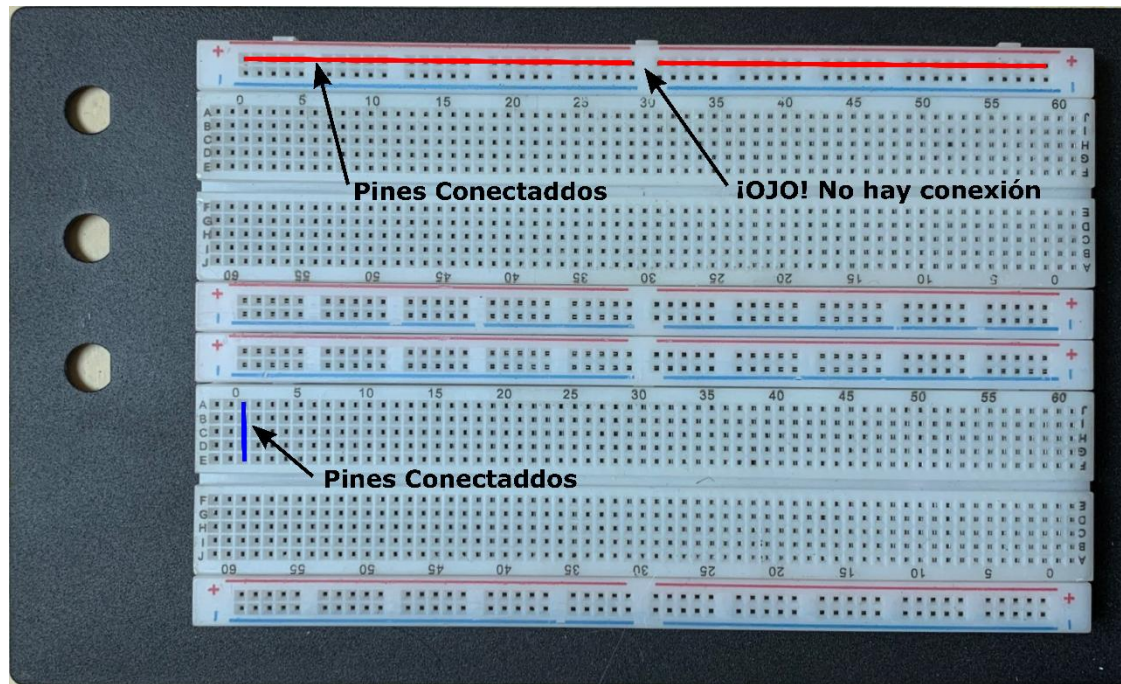

Figura 6.8.- Conexionado interno de la placa protoboard del laboratorio.
4.- En la placa protoboard del laboratorio que se muestra en la figura 6.8, las **conexiones** de las **hilas de pines** marcados como + y – están marcados en **rojo** y hay que tener en cuenta que **están desconectados** en la **parte central** como se muestra en la figura.